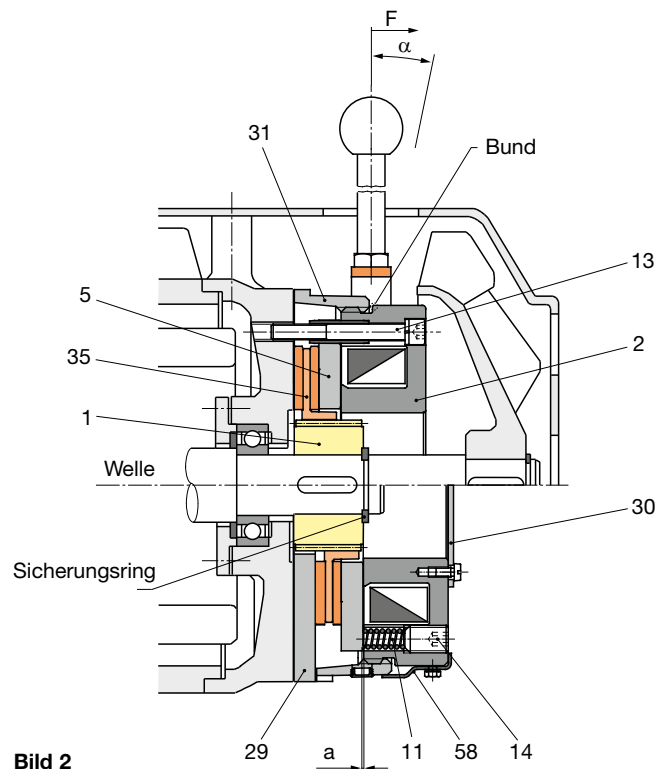

Bild 2
- Die Positionstoleranz der Gewinde für die Zylinderschrauben (13, Bild 2) darf 0,2 mm nicht übersteigen.
- Es muss eine geeignete Gegenreibfläche für den Rotor (35) aus Stahl oder Grauguss vorhanden sein. Scharfkantige Unterbrechungen der Reibfläche sind zu vermeiden. Steht keine geeignete Reibfläche zur Verfügung, kann unsere Flanschplatte (29, Bild 2, untere Hälfte) eingesetzt werden.
In der Ausführung mit montierter Abdeckplatte (30, Bild 2, untere Hälfte) ist die Bremse vollkommen geschlossen und entspricht der Schutzart IP54.
ROBA-stop® Bremsen werden werkseitig auf das bei der Bestellung vorgeschriebene Bremsmoment eingestellt. Durch Linksdrehen der Gewindestifte (14, Bild 2, Seite 24) wird das Bremsmoment reduziert, durch Rechtsdrehen erhöht.
Bei Bremsmomenteinstellung müssen alle Gewindestifte (14, Bild 2, Seite 24) gleichmäßig verstellt werden.
Soll das Bremsmoment erheblich reduziert werden, müssen Federn (11 Bild 2, Seite 24) entfernt werden. Dabei sollten immer zwei gegenüberliegende Federn entnommen werden, damit eine gleichmäßige Belastung der Ankerscheibe (5) gewährleistet ist.
Der Arbeitsluftspalt zwischen Ankerscheibe (5) und Spulenträger (2) wird werkseitig auf das Nennmaß „a“ eingestellt, Bild 2, Seite 24 und Tabelle 1, Seite 25.
4. Befestigungsschrauben (13) anziehen (Anzugsmomente nach Tabelle 1) und Sicherungsblech (58) befestigen.
Eine Nachstellung kann so oft wiederholt werden, bis der Gewindedistanzring (31) am Bund des Spulenträgers (2) anliegt, Bild 2, Seite 24. Diese Anlage verhindert eine unzulässige Abnutzung des Rotors (35). Ist keine Nachstellung mehr möglich, muss der Rotor (35) ausgewechselt werden.